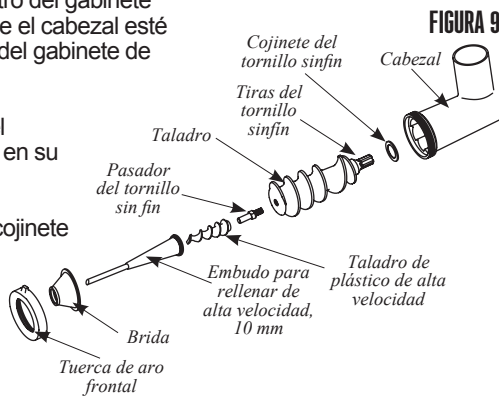

FIGURA 9
3. Inserte el tornillo sinfín, con el cojinete del tornillo sinfín instalado, dentro del cabezal (FIGURA 9). Alinee las tiras del tornillo sinfín con el eje de transmisión del molino.